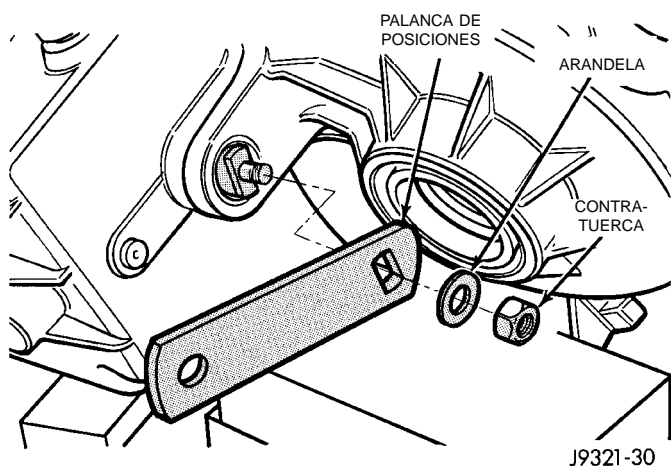

Fig. 72 Instalación de la palanca de posiciones
(1) Instale el conmutador indicador en la caja delantera. Apriete el conmutador con una torsión de 20-34 N·m (15-25 lbs. pie).
(2) Instale la palanca de posiciones, la arandela y la contratuerca en el eje de sector (Fig. 72). Apriete la contratuerca con una torsión de 27-34 N·m (20-25 lbs. pie).